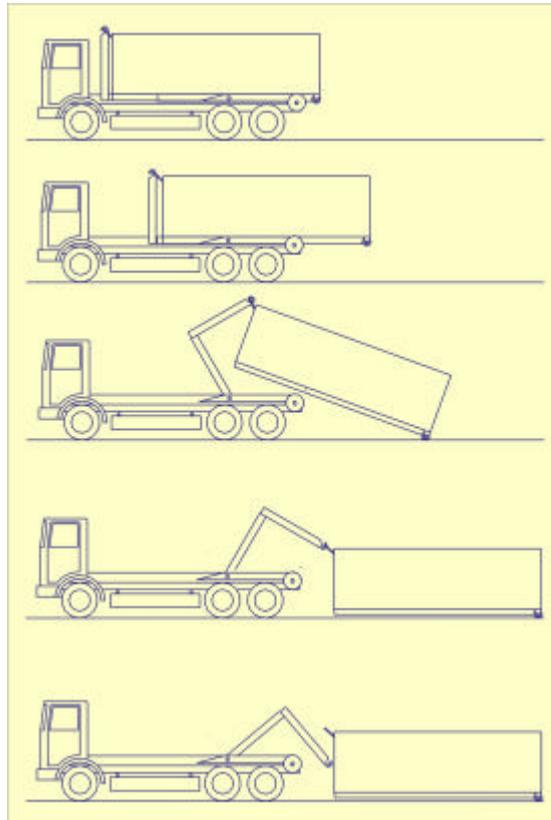
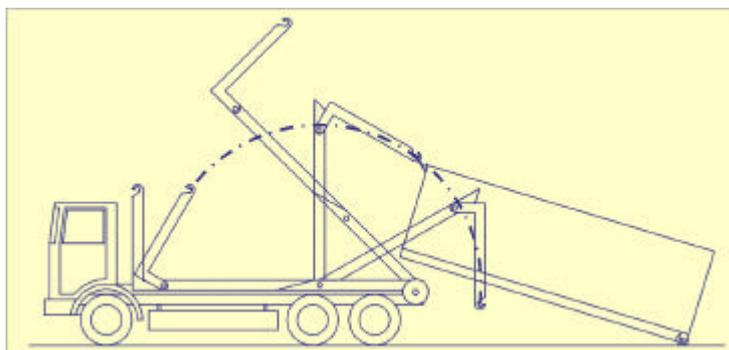

Abb. 4 Arbeitsweise eines Containerfahrzeugs mit teleskopierbarem Hakenarm
Abb. 5 Arbeitsweise eines Containerfahrzeugs mit knickbarem Hakenarm
Bei dieser Bauart ist der Hakenarm teleskopierbar (Abb. 4). Zum Absetzen eines Containers werden zunächst die Arretierungen gelöst und anschließend der Arm um den „Teleskopweg“ eingezogen, wobei der Container nach hinten geschoben wird. Im nächsten Arbeitsgang wird der Hakenarm nach hinten geschwenkt. Dabei wird der Container mitbewegt, bis die Rollen auf dem Boden aufstehen. Unter Fortsetzung der Schwenkbewegung des Arms wird der Container auf dem Boden nach hinten geschoben und im letzten Teil der Schwenkbewegung des Hakenarms im vorderen Bereich auf den Boden abgesetzt. Die Sicherung des Hakens wird freigegeben und die Zugmaschine kann wegfahren. Die Aufnahme erfolgt in umgekehrter Reihenfolge. Das Überschieben des Containers auf den Anhänger erfolgt entsprechend dem Absetzen, nur dass der Container auf die Ladefläche und nicht auf den Boden gestellt wird. Unter guten Voraussetzungen (ausreichende Hydraulik-
Beim knickbaren Hakenarm wird die gewünschte Bewegung des Containers durch das zusätzliche Einknicken des Hakenarms realisiert (Abb. 5). Der Ablauf beim Umschlag erfolgt wie oben beschrieben. Dieses System hat sich auch in der Praxis gut bewährt und wird je nach „Firmenphilosophie“ verwendet.
Beim Absetzen wird der Hakenarm je nach Bauart zunächst eingezogen (Abb. 4 und 6) oder abgeknickt (Abb. 5 und 6) und dabei werden auch die C-Verriegelungen freigegeben. Anschließend wird der vordere Teil des Hakenarms um die Querachse Q nach hinten gedreht. Dabei wird der Container ebenfalls zurückbewegt und gleichzeitig im vorderen Bereich angehoben und im hinteren abgesenkt. Bis die Rollen des Containers den Boden berühren wird der Container über die Führungsrollen „FR“ abgestützt. Auf den Rollen des Containers wird dieser unter weiterer Drehung des Hakenarms nach hinten geschoben und auch im vorderen Bereich abgesenkt bis er auf dem Boden aufliegt. Nach Lösen der Verriegelung am Fanghaken kann der Container freigegeben werden. Dieser Vorgang dauert etwa 2,5 - 3 Minuten. Das Aufnehmen des Containers beansprucht etwa die gleiche Zeit, wobei jedoch das „Einfangen“ des Containers mit dem Fanghaken noch dazu kommt. In der Praxis werden inklusive der Anrangierzeiten zum Absetzen eines Containers und der anschließenden Aufnahme eines anderen Containers 10 - 15 (20) Minuten benötigt.